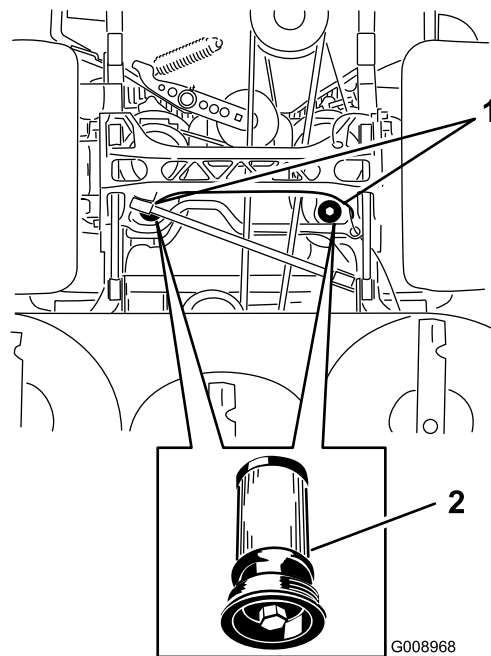

Figure 83
5. Placez un bac de vidange sous le filtre, retirez le filtre usagé et essuyez la surface (Figure 83).
6. Appliquez une fine couche d'huile hydraulique sur le joint en caoutchouc du filtre de rechange (Figure 83).